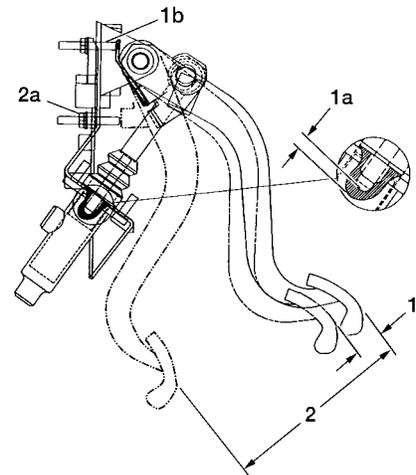

Fig. 1: Embrague
La carrera del cilindro esclavo (A) es de  $29 \pm 1$  mm ( $1.14 \pm 0.04$  pulg.). La carrera del pedal del embrague (2 - Figure 1) da la carrera. El tornillo de ajuste inferior (2a) limita la carrera del pedal y por lo tanto la carrera del cilindro esclavo del embrague.